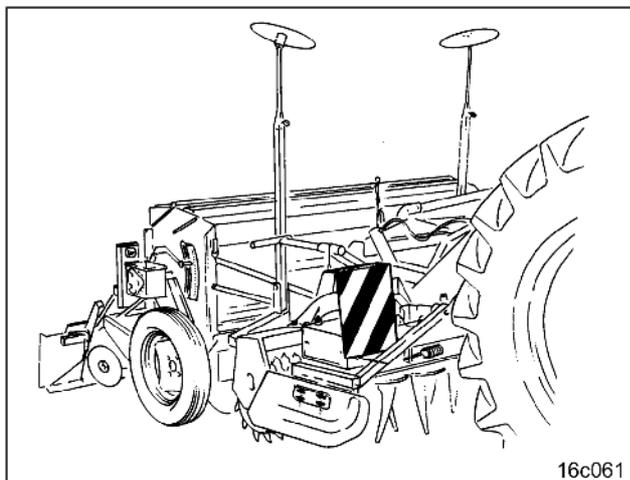
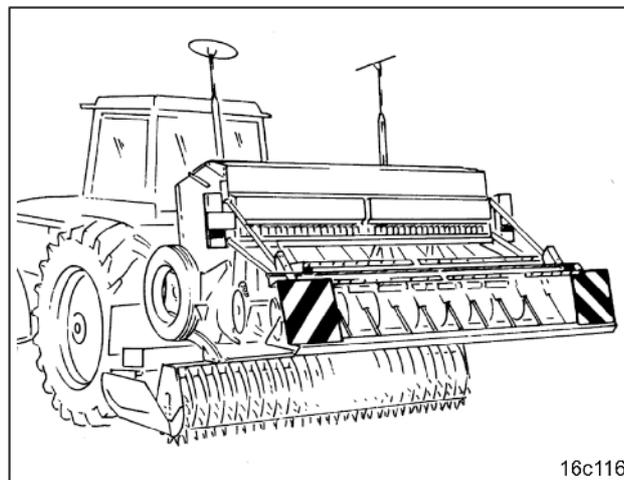

Fig. 113
Fig. 114
- Angehängte Maschinen vorne (Fig. 113) und hinten (Fig. 114) mit rot-weiß gestreiften Warntafeln ausrüsten. Der Abstand zwischen Warntafeloberkante und der Fahrbahn darf max. 1,5 m betragen. Warntafeln bis max. 10 cm Abstand zur Maschinenaußenkante anbringen!
- Wird die Bodenbearbeitungsmaschine in Kombination mit einer Sämaschine transportiert, ist die gesetzlich zugelassene Aufsteck-Beleuchtung auf die Leuchenträger der Sämaschine aufzustecken, und zwar oben für die Beleuchtung in Fahrtrichtung und unten für die Beleuchtung nach hinten! Gezeigt ist die fest montierte Beleuchtung (Fig. 114), die auch auf dem Feld nicht abgenommen wird. Zu dieser Beleuchtung gehören auch zwei Rückleuchten und zwei Rückstrahler, die am Exaktstriegel zu montieren sind.
- Die nach hinten ragenden Zinken des Exaktstriegels müssen mit der Verkehrssicherungsleiste (Fig. 114) abgedeckt werden (Sonderausstattung)!